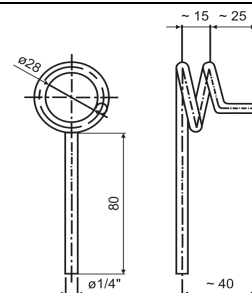

Fig 4 - Suporte do cabo de aço
- Devem existir suportes para o cabo de aço (Fig. 4) a cada 2 ~ 3 metros.